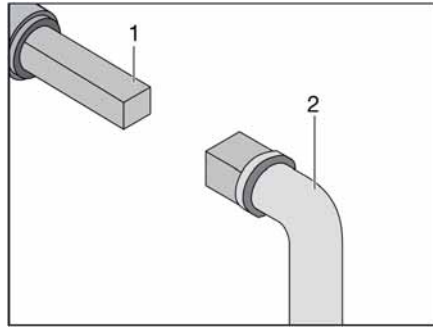

Bild 290 Bedienung Abwasserhahn
- Schlüssel (Bild 290,2) auf Vierkant (Bild 290,1) stecken.